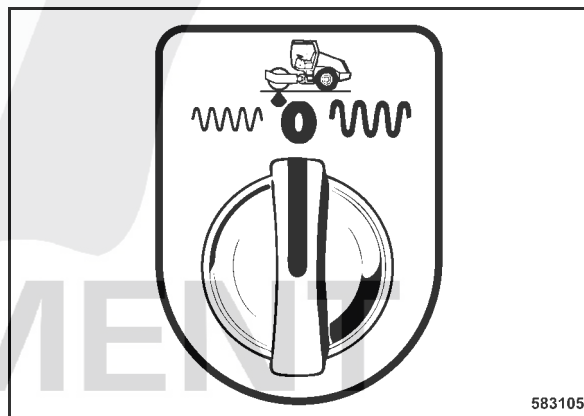

Fig. 66
- Après la fin du travail, commuter à nouveau l'interrupteur rotatif de présélection de l'amplitude (Fig. 66) sur position "0".